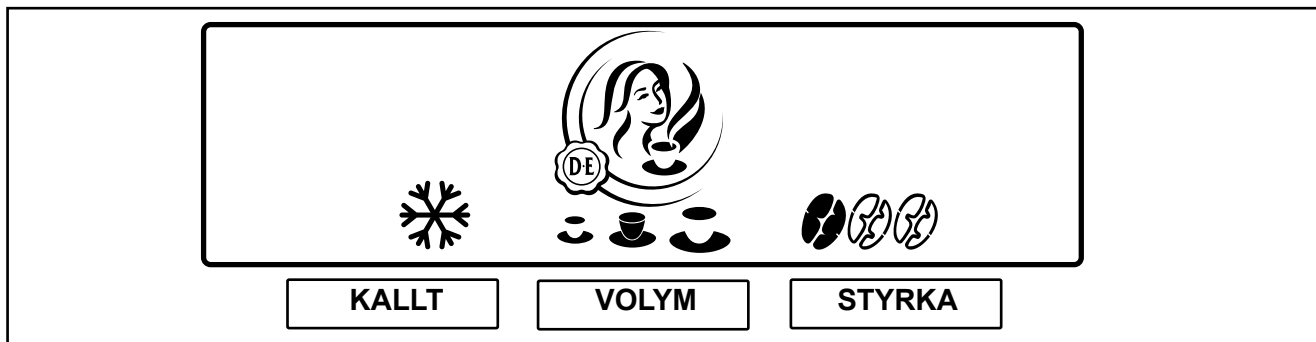

Bild 15
Apparaten har olika förvalsalternativ. I samband med installationen har serviceteknikern eventuellt aktiverat dessa alternativ. När man trycker på en förvalsknapp visas följande alternativ på displayen (bild 15):
2. Tryck på förvalsknappen „**KALLT**“ för att aktivera detta förval. Symbolen för kallt visas då (bild 15).
2. Tryck på förvalsknappen „**VOLYM**“ för att aktivera detta förval. Nu visas tre kopsymboler (liten - medium - stor) (bild 15).